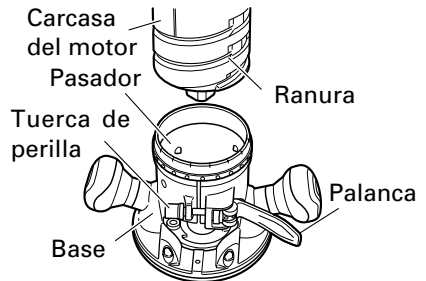

Fig. 1
1. Desmontaje de la base fija (Fig. 1)